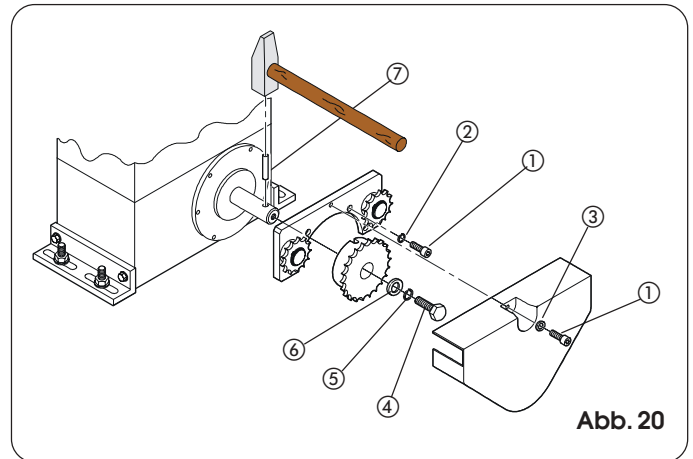
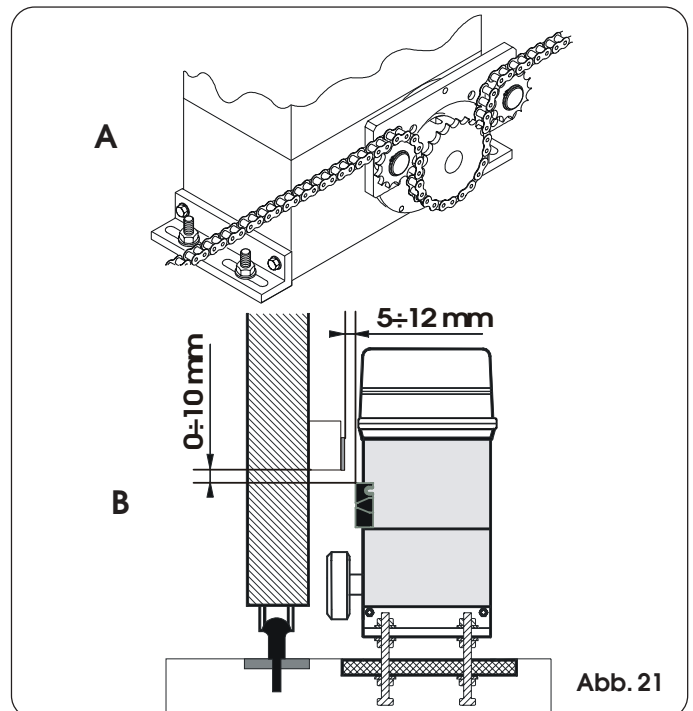

Abb. 20
Abb. 21
**4.5.2. MOD. 746 ER RF (Abb. 20 - 21)**
- 1) Federstecker ⑦ mit einem Hammer in die Welle eintreiben.
- 2) Den Bügel der Umlenkrollen mit Hilfe der im Bausatz enthaltenen vier Schrauben ① (M5 x 12) und entsprechenden Scheiben ② gemäß Abb. 20 auf den Motorflansch anbringen.
- 3) Die Passsitze des Kettenritzels mit dem Federstecker in der Welle fluchten und die Schraube ④ mit den entsprechenden Scheiben ⑤ und ⑥ festziehen.
- 4) Die Kette nach Angaben in Abb. 21 Bez. A einfädeln und das Abdeckgehäuse mit der Schraube a und der Scheibe c (Abb. 20) aufsetzen.
- 5) Bei Antrieben mit MLS-Endschaltern sind die Halterungen für die Positionierung der mitgelieferten Magnete unter Einhaltung der in der Abb. 21 Bez. B angegebenen Abmessungen vorzubereiten.